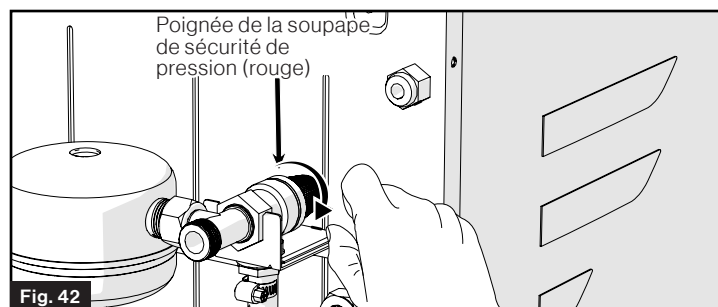

Fig. 42
4. À l'arrière du chauffe-eau. Tournez la manette de la soupape de sécurité de surpression (rouge) environ 3 - 5 fois dans le sens antihoraire. (Fig. 42)